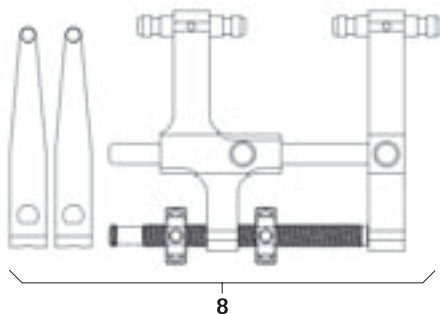

Fig. 12
- Montare il distrattore **8** con valve da distrazione, vedere Fig. 12.